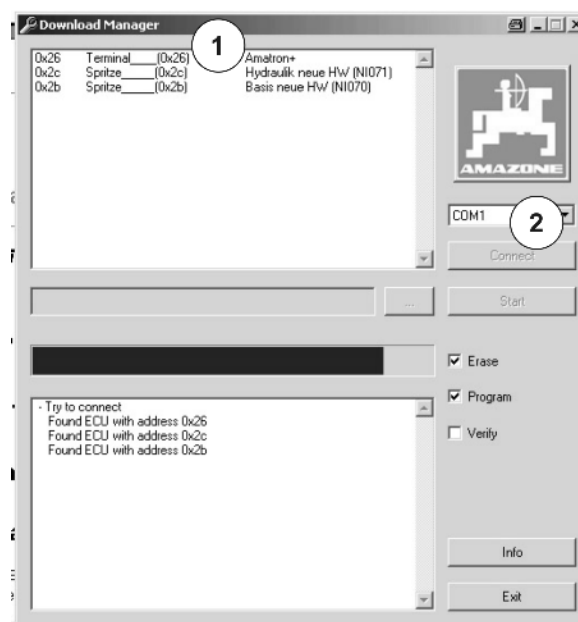

Fig. 5
Appuyez pour cela sur la touche "Connect" (Fig. 5/2) et patientez jusqu'à ce que la barre d'état soit complète.
- Le champ de connexion affiche à présent tous les ordinateurs (Fig. 5/1) qui ont été trouvés dans le système **AMATRON+**.